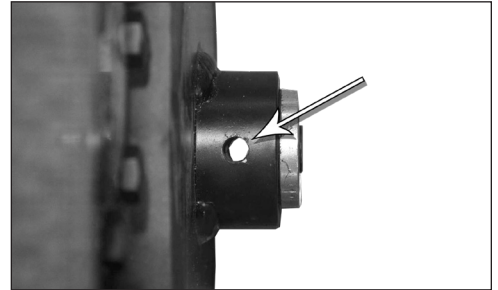

ABB. 3
1. Richten Sie Öffnungen von Radnabe und Achse bündig aneinander aus (Abb. 3).